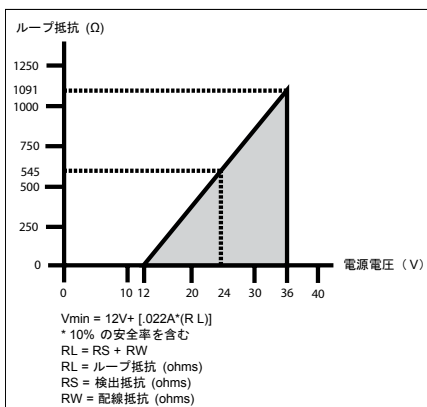

図 5 負荷限度
4 ~ 20 mA の出力に必要な電圧は回路のループ抵抗によって決まります。任意のループ抵抗 (RL) に必要な最小電源電圧 (Vmin) が記載されている 図 5 を参照してください。